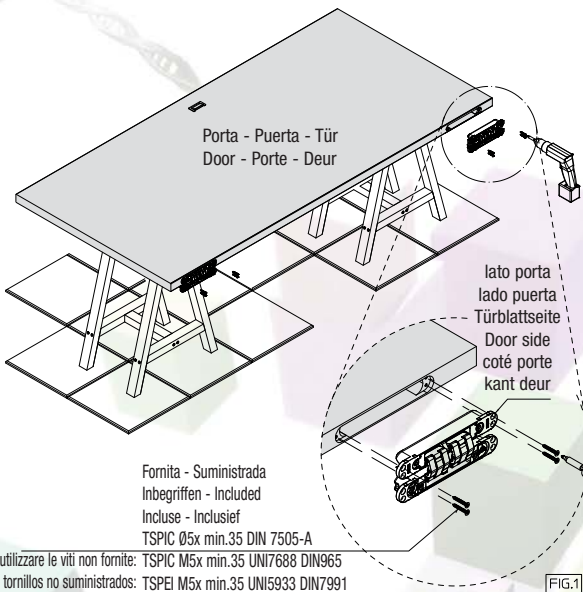

FIG.1
- 1 Alloggiare le cerniere nelle rispettive fresate sulla porta (fig.1) e fissarle con le apposite viti.
- E Alojar las bisagras en los mecanizados de la puerta (fig.1) y fijarlas con los tornillos suministrados.
- D Die Scharniere in die jeweiligen Fräsungen der Tür einsetzen (fig.1) und sie mit den vorgesehenen Schrauben festziehen.
- Ⓞ Set the hinges in the relative door leaf millings (fig.1) and fix them with the relative screws.
- F Insérer les charnières dans les fraisages de la porte (fig.1) et les fixer avec les vis prévues.
- Ⓜ Plaats de scharnieren in de freesgaten van de deur (fig.1). Monteur het scharnier met passende schroeven.